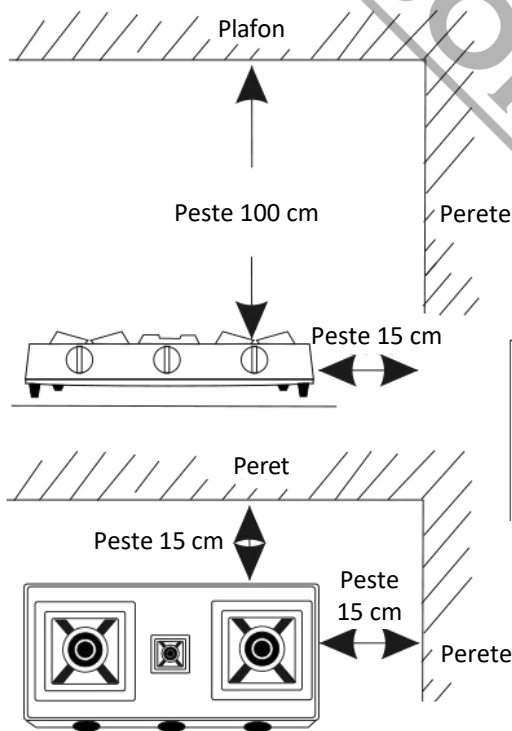

Fig. 14
8. Atunci când alegeți un loc pentru a pune aragazul cu gaz, asigurați-vă că alegeți un loc care este ferm și nivelat. Aragazul cu gaz are nevoie de mult spațiu și aer. Lăsați cel puțin 15 cm de spațiu pe laterale și 100 cm deasupra aparatului. (Fig.14) dacă spațiul este mai mic de 15cm față de pereții inflamabili, asigurați-vă că furnizați o placă termoizolantă. De asemenea, asigurați-vă că țineți hârtia, uleiul și toate celelalte obiecte inflamabile la distanță de aragazul cu gaz.